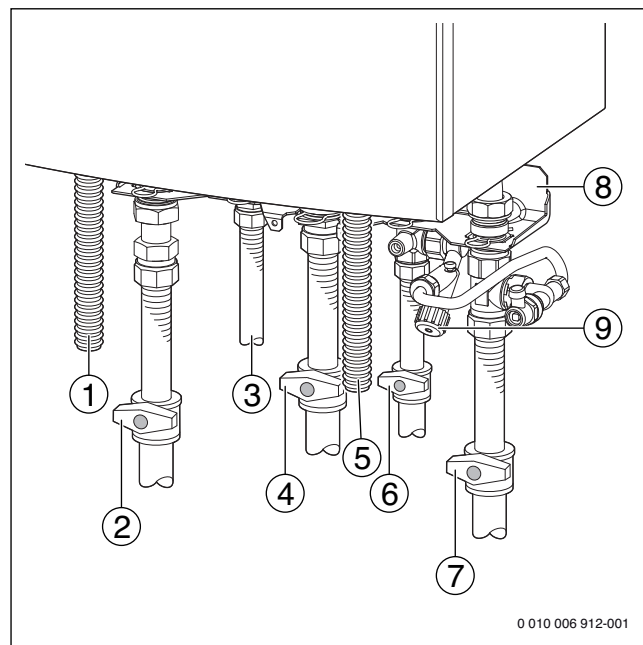

Bild 22 Gas- und wasserseitige Anschlüsse (Zubehör)
- ▶ Kaltwasserhahn (→ Bild 22) öffnen und einen Warmwasserhahn so lange öffnen, bis Wasser austritt.
- ▶ Heizungsvorlaufhahn (→ Bild 22) und Heizungsrücklaufhahn öffnen.